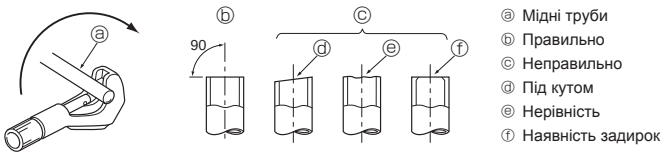

Fig. 5-2
5.3.1. Різання труб (Fig. 5-2)